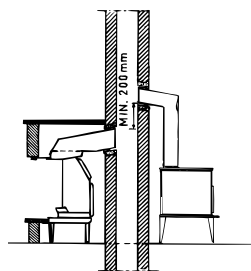

Fig. 1
**NB! Vedovn i samme etasje bør ha røykuttak minst 200 mm høyere enn peisen (se fig. 1, side 5).**